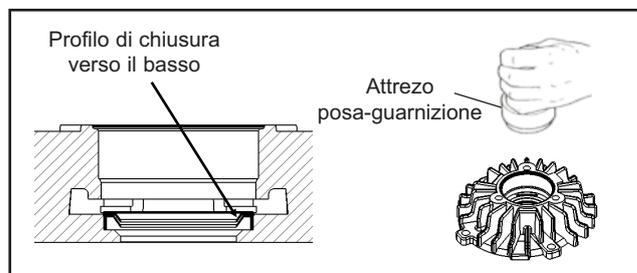

Figura 18
1. Prima di cominciare, sistemare la testata (1) a faccia in giù su una superficie piana e pulita. Attenzione a non graffiarlo o danneggiarlo.
2. Aiutandosi con un attrezzo posa-guarnizione di dimensione adeguata, inserite un anello raschia olio nuovo, con il profilo di chiusura verso il basso, davanti al rotore, fino in fondo alla gola ; vedi figura 18.